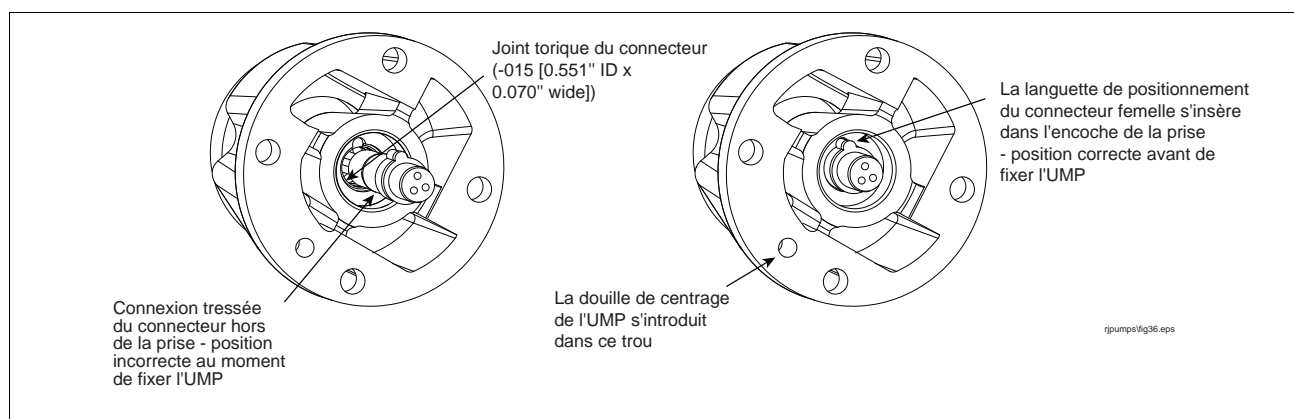

Figure 31. Vérifier que le connecteur à spirale femelle est bien placé
6. 6. Dégager le connecteur à spirale situé dans la tête de refoulement de façon à voir le joint torique dans la paroi latérale de sa prise (voir Figure 31). Retirer le joint torique de la prise du connecteur et le jeter. Prendre un joint torique large 0.551" ID x 0.070" dans le kit et le lubrifier avec de la vaseline. Faire glisser le nouveau joint torique sur le connecteur à spirale et le pousser dans la rainure de la paroi de la prise du connecteur. Lubrifier le corps du connecteur à spirale avec de la vaseline et le replacer dans sa prise, en s'assurant que la languette de positionnement est bien insérée dans l'encoche de la prise.
7. Centrer la douille de centrage de l'UMP de façon à l'insérer dans son trou, sur la tête de refoulement (voir Figure 31) et pousser l'UMP dans sa position en utilisant uniquement les mains. L'UMP doit être bloquée contre la tête de refoulement, avant même d'avoir posé les écrous de blocage.